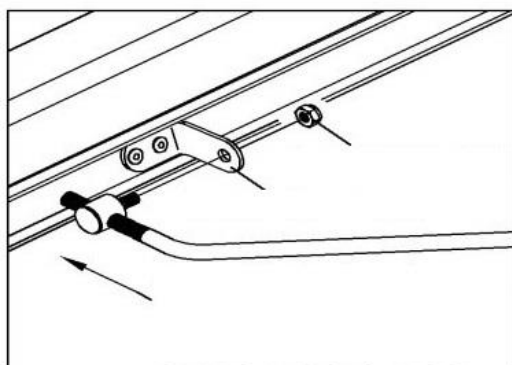

Rys. 7
1. Wyjąć śruby mocujące zaczep na jednym z końców uchwytu zaczepu (rys. 7).